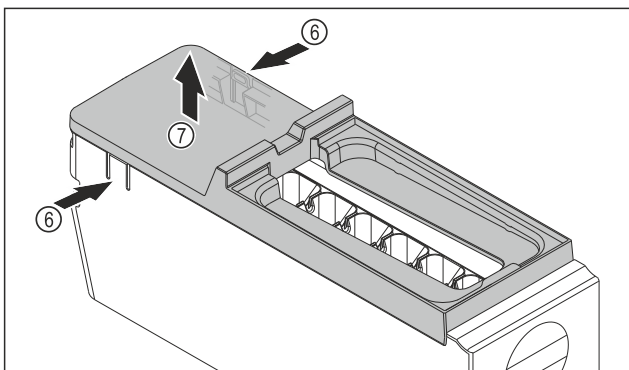

Fig. 92
- ▶ Зняти кришку з корпусу EasyTwist-Ice: натиснути однією рукою на накладки Fig. 92 (6) з обох боків корпусу EasyTwist-Ice.
- ▶ Зняти кришку Fig. 92 (7), потягнувши її вгору іншою рукою.